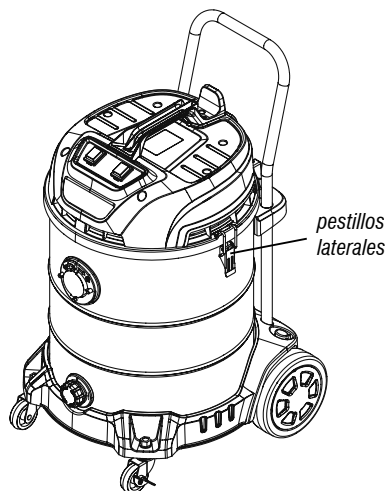

Fig. 13 – Apertura de los cierres laterales
1. Abra los pestillos laterales (fig. 13).